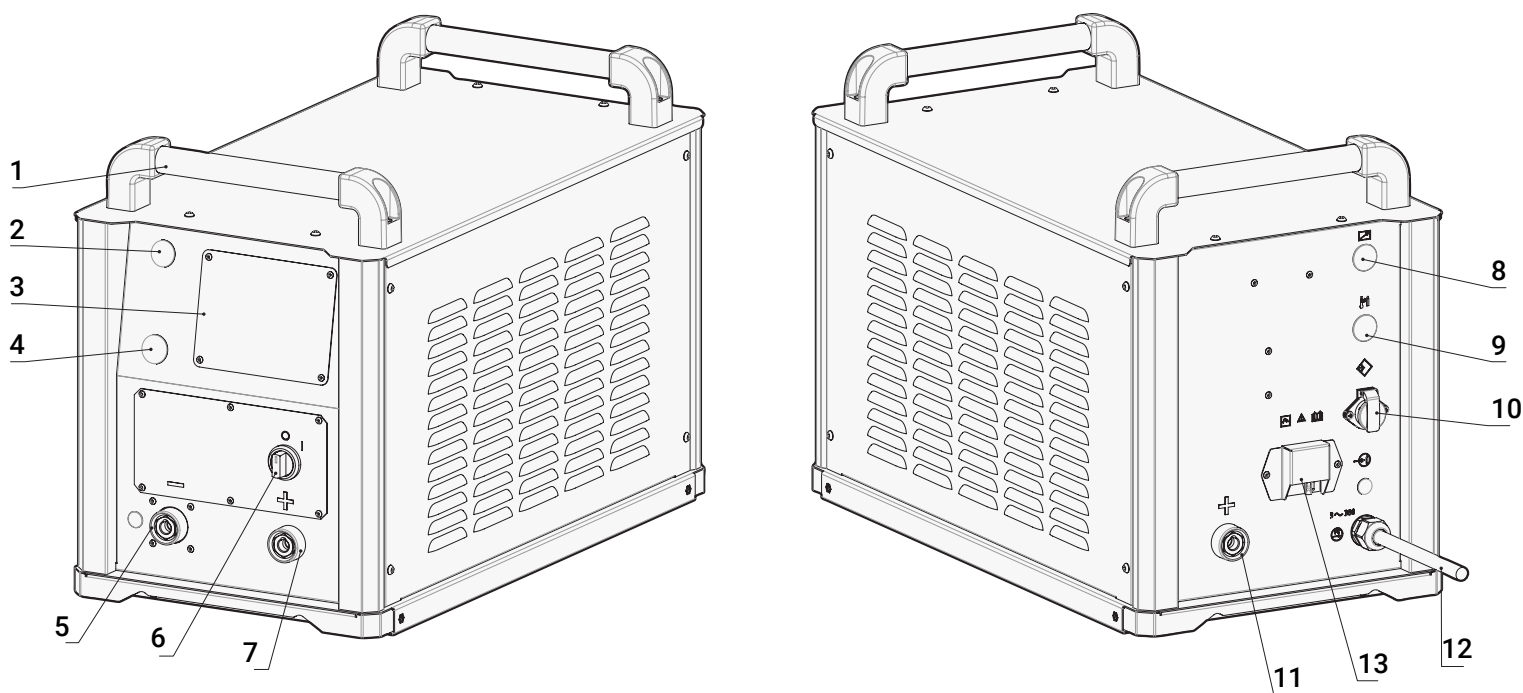

Рис. 2 — Расположение разъёмов и органов управления,
- 2 Обесточить аппарат отсоединив вилку от сети или выключив защитный автомат (13 на Рис. 2).